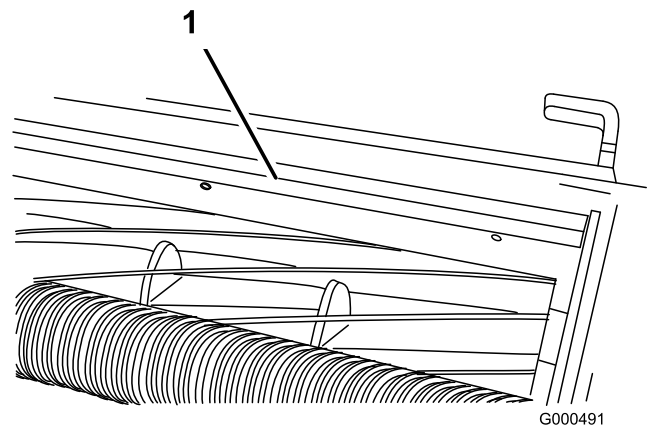

Bild 55
1. Lockern Sie die Schrauben, mit denen die obere Leiste am Mähwerk befestigt ist (Bild 55).